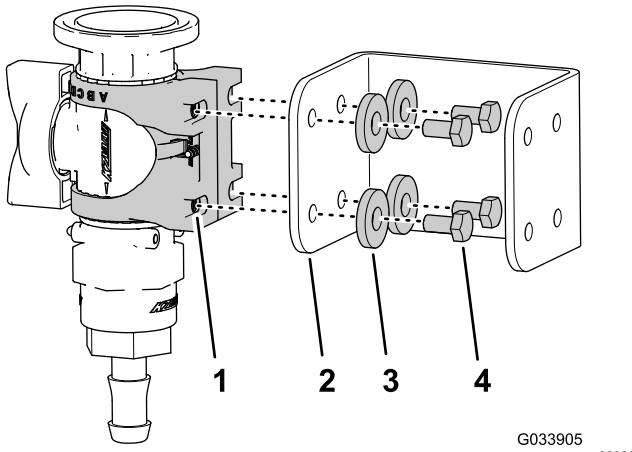

Figura 12
3. Monte el soporte de la válvula en la escuadra de la válvula de control (Figura 12) usando los 4 pernos (6 x 12 mm) y 4 arandelas planas; apriete los pernos a 10–12 N·m. | |